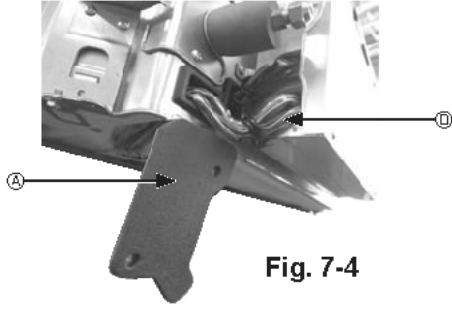

Fig. 7-4
① Ana ünitenin kablo kapağını tespit eden iki vidayı çıkarın ve daha sonra kapağı açın.
② i-See sensör ve sinyal alıcısının kablolarını, elektrikli aksamı kutusundaki kablo girişlerinden ve ana ünitenin yanındaki burçlar etrafından şemada gösterildiği gibi yönlendirin. (Fig. 7-4)